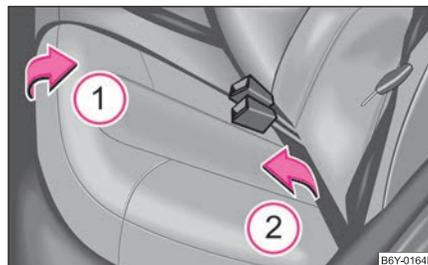

Abb. 51 Rücksitzfläche
- Rücksitzfläche in Pfeilrichtung ① hochziehen ⇒ Seite 58, Abb. 51 und in Pfeilrichtung ② nach vorn klappen.